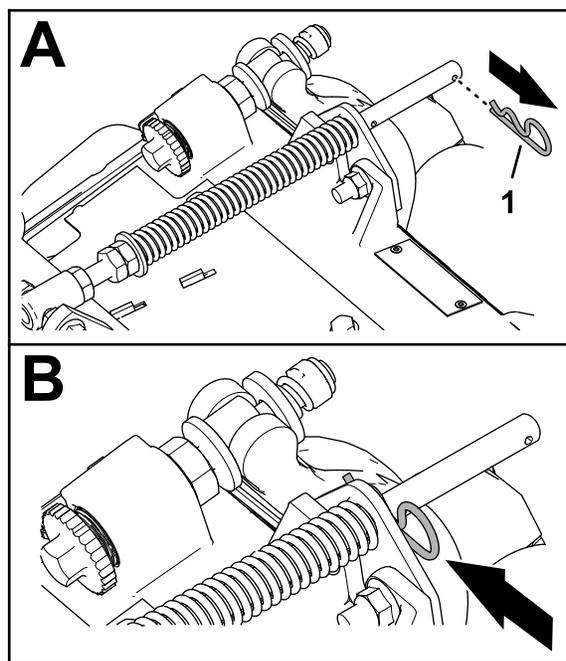

Рисунок 7
1. Если в заднем отверстии штока пружины компенсации установлен игольчатый шплинт, извлеките его и вставьте в отверстие рядом с кронштейном (**Рисунок 7**).